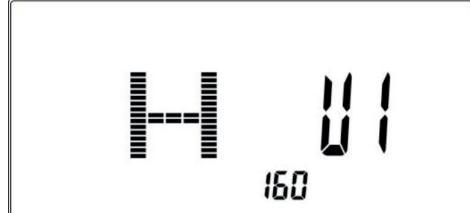
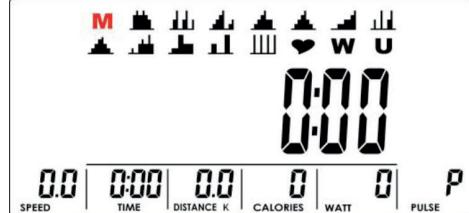

Abbildung 2
Abbildung 3
- Gehen Sie zu den Benutzerprofileinstellungen. Verwenden Sie die Tasten UP / DOWN, um das Benutzerprofil U1 ~ U4 auszuwählen (Abb. 2). Geben Sie die Daten ein: Geschlecht (SEX), Alter (AGE), Größe (HEIGHT) (Abb. 3), Gewicht (WEIGHT) und bestätigen Sie mit der Taste MODE.
- Nach Abschluss der Benutzerprofilerstellung wird das Hauptmenü angezeigt. (Abb. 3).